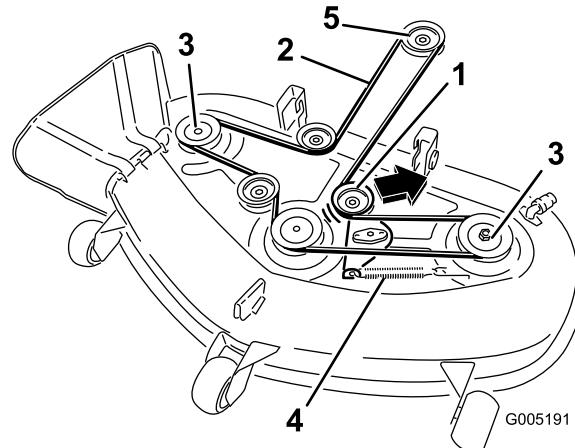

Figura 49
- Tire de la polea tensora en el sentido que muestra la Figura 49 y retire la correa de las poleas.
- Pase la correa nueva alrededor de las poleas del motor y del cortacésped (Figura 49).
- Tire de la polea tensora en el sentido que muestra la Figura 49 y pase la correa por la polea tensora (Figura 49).